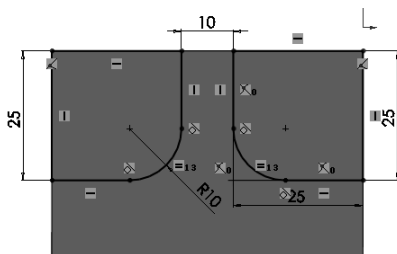

图 3-73 绘制圆角
**10** 绘制圆角。单击“草图”控制面板中的“绘制圆角”按钮，添加圆角半径为 10mm，最终的草图轮廓如图 3-73 所示。